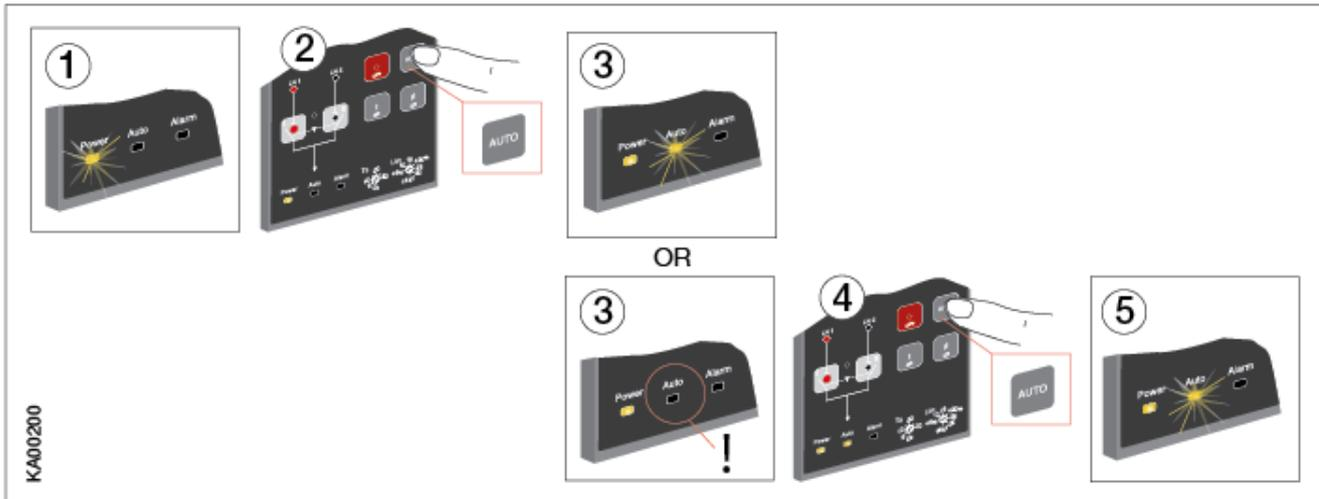

Рисунок 4.5 Перевод блока автоматического управления OMD_ в автоматический режим
- убедитесь, что горит светодиод «Power», см. рисунок 4.5/ ①
- нажмите один раз кнопку «Auto»/ ②
- если светодиод «Auto» горит, то значит блок автоматического управления находится в автоматическом режиме/ ③.
- если светодиод «Auto» не горит, то снова нажмите кнопку «Auto»[ⓔ], светодиод «Auto» загорится/ ⑤